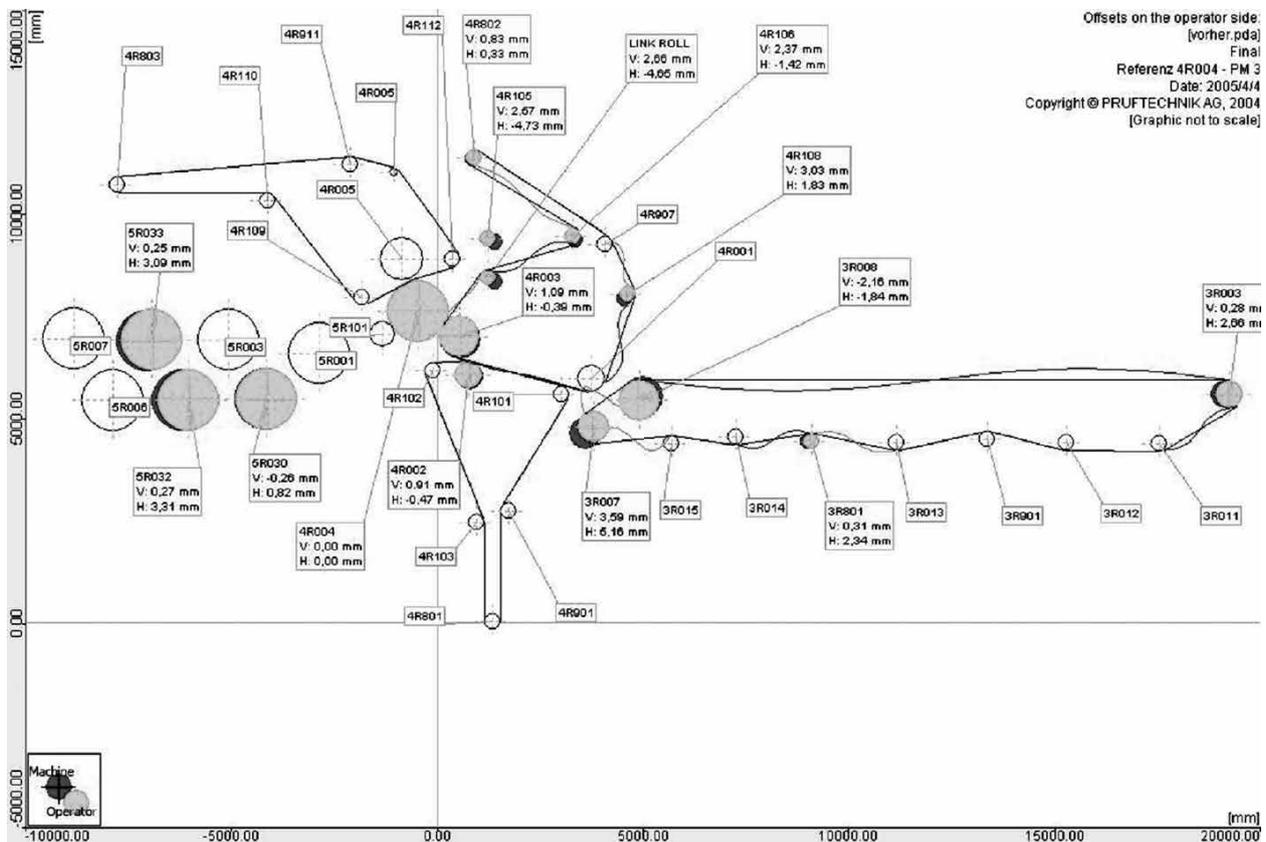

図6 ワイヤー～プレス～ドライヤーパート
- (1) ワイヤーパート～プレス～ドライヤーパート（図6）